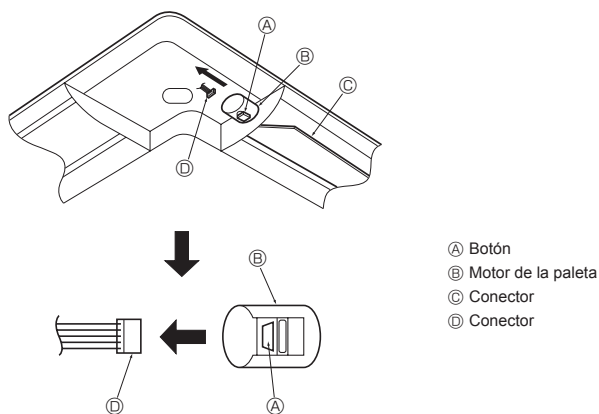

Fig. 7-9
7.4. Bloqueo de la dirección del flujo de aire de ascenso/descenso (Fig. 7-9)